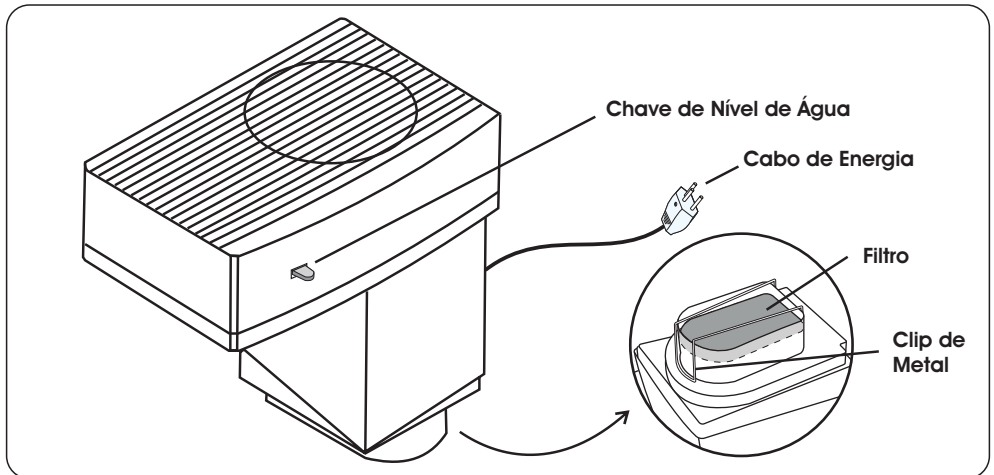

Fig. 5
- ▶ **CHAVE DE NÍVEL DE ÁGUA** - Dispositivo (Fig. 5, pág. 7) cuja função é desligar o equipamento nos seguintes casos: